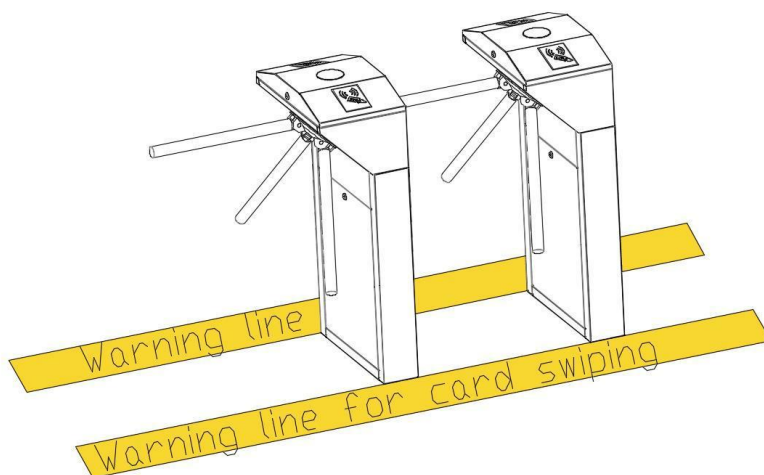

Figure 3-2
3. Рекомендуется установить ограничительную линию на полу перед проходом, чтобы указать правильное расстояние до устройства при взаимодействии проходящего со считывателем (Рис. 3-2).